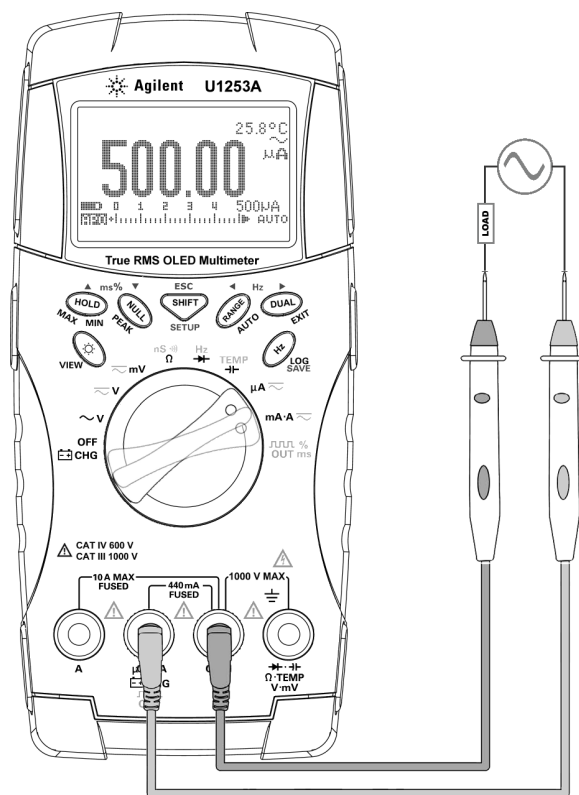

图 2-3 测量  $\mu\text{A}$  和 mA 电流
- 3 将红色和黑色测试引线分别与输入端子  $\mu\text{A}\cdot\text{mA}$  (红色) 和  $\text{COM}$  (黑色) 连接 (请参阅第 32 页上的图 2-3)。
- 2 按第 32 页上的图 2-3 中所示连接探头。